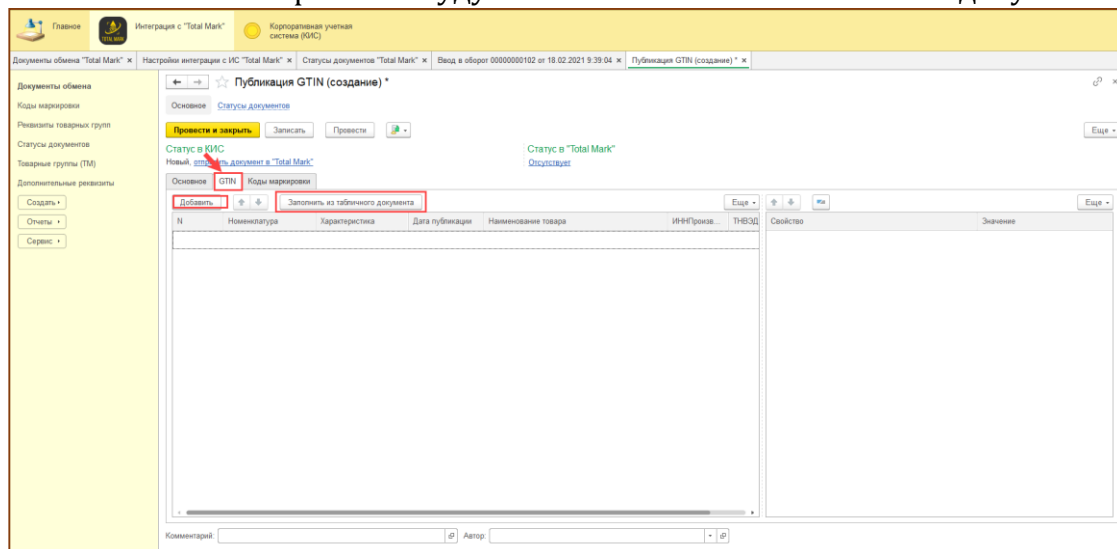

Рис. 6-4 - Публикация GTIN
- Вручную. Для этого нужно нажать на кнопку «Добавить», после чего будет добавлена строка для описания товара. Затем указать все значения для свойств товаров (Рис. 6-4);
- Из табличного документа. Для заполнения необходимо нажать на команду «Заполнить из табличного документа», вставить в таблицу скопированные данные и нажать «Загрузить» (Рис. 6-4). После этого свойства товара будут заполнены в документе.